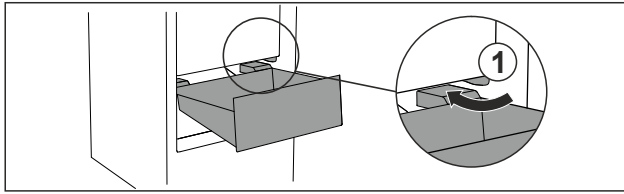

Fig. 73
- ▶ Predal speljite poševno okrog zaustavljalnikov Fig. 73 (1).